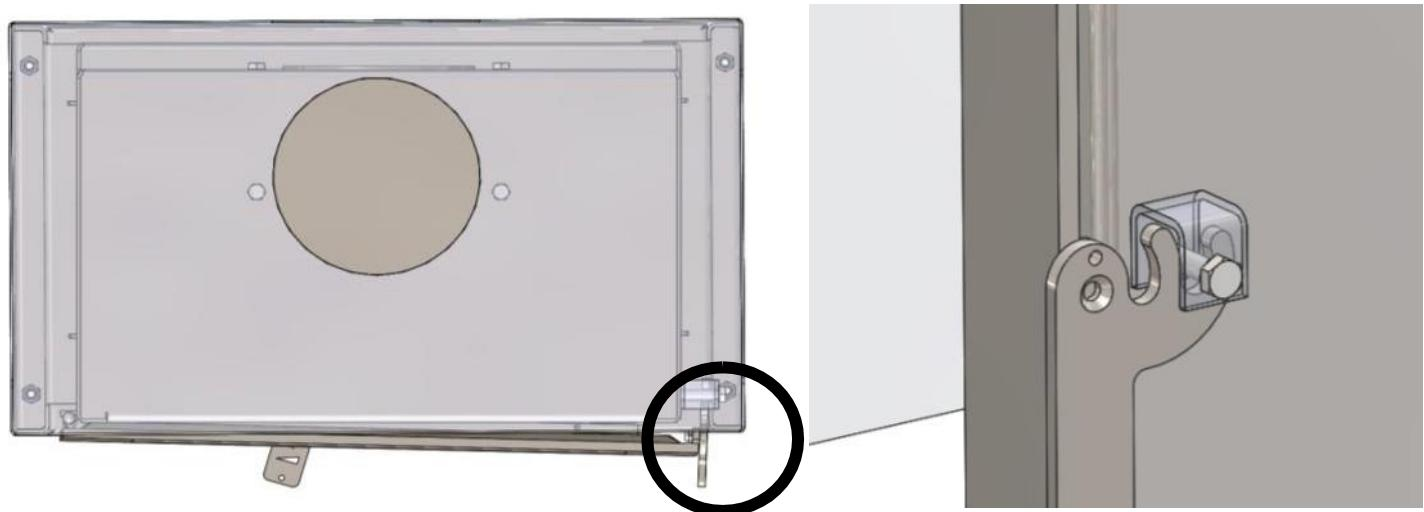

Fig. 3
- * Si el tiro en el aparato/chimenea es demasiado alto, se puede moderar el tiro en el aparato cerrando la placa de rendimiento (consulte el Apéndice 3, Fig. 4). En este caso, retire la placa deflectora (consulte el Apéndice 3, Fig.3) levantándola ligeramente por la parte delantera (1), inclinando la placa (2) y sacándola primero del aparato ayudándose de la parte inferior de la placa (3). Entonces, se puede ajustar la placa de rendimiento aflojando las tuercas. (4 y 5)